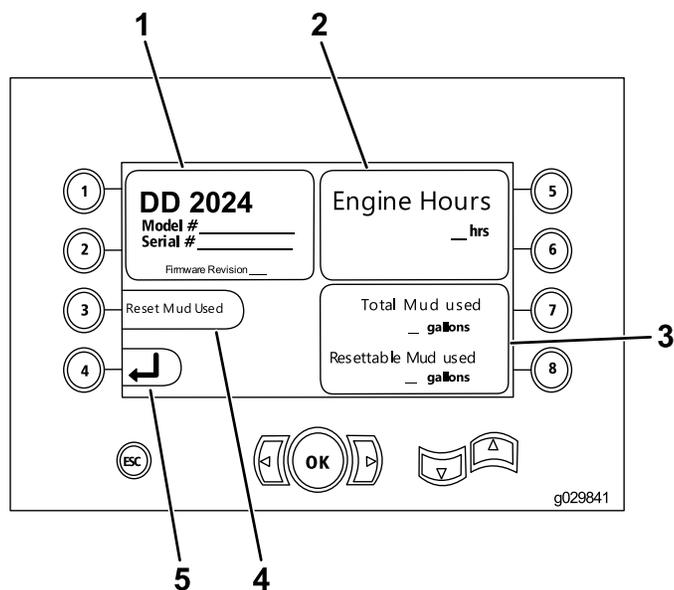

Рисунок 9
- Модель и серийный номер машины (Рисунок 9).
- Наробotka двигателя машины в часах (Рисунок 9).
- Количество галлонов использованного бурового раствора и сбрасываемое количество использованных галлонов бурового («глинистого») раствора (Рисунок 9).
Примечание: Нажмите кнопку 3 для сброса количества использованных галлонов бурового раствора (или «глинистого» раствора) с момента последнего сброса этого значения (Рисунок 9).